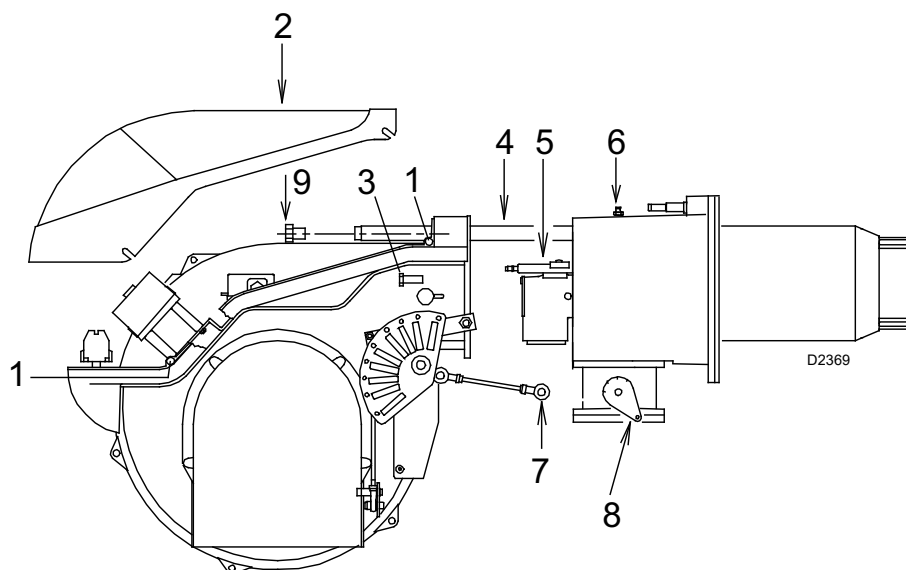

Fig. 37
- Aflojar los 4 tornillos 1)(Fig. 37) y quitar la tapa 2).
- Volver a introducir los tornillos 3)(Fig. 37) y tirar suavemente de los cables de sonda y electrodo hacia afuera, hasta tensarlos ligeramente.